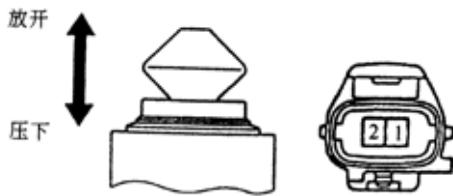

图 9-274
(1) 检查发动机罩控制开关，如图 9-274 所示。检查开关连接器和搭铁之间的导通性，其标准应符合表 9-124 所示要求。